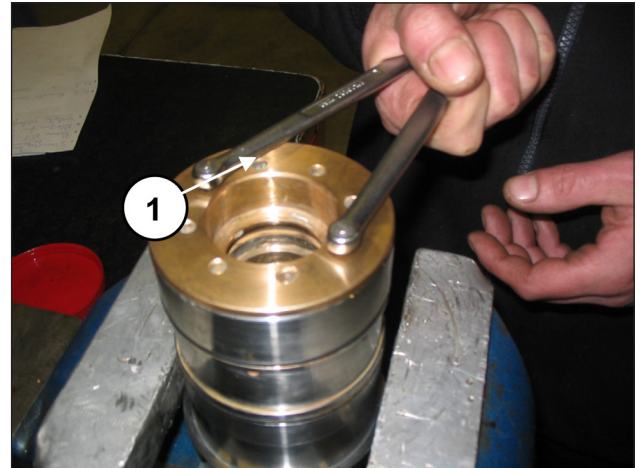
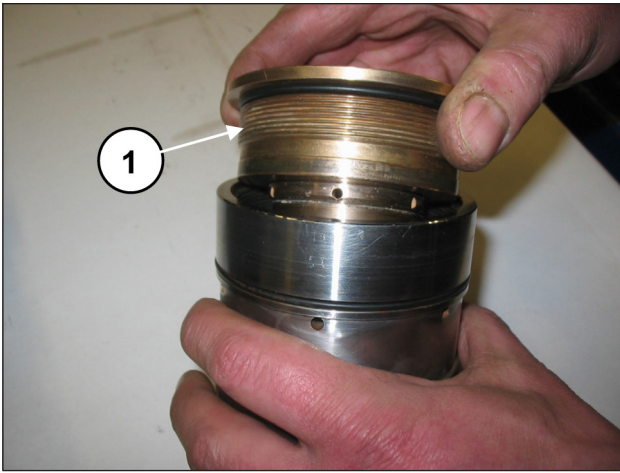

Fig. 145
Fig. 146
Désassembler le support des joints de la chemise à l'aide d'une clé à compas à ergots ronds Ø5, disponible dans le commerce, (rep. ①, Fig. 145) et dévisser le support jusqu'à ce qu'il sorte (rep. ①, Fig. 146).